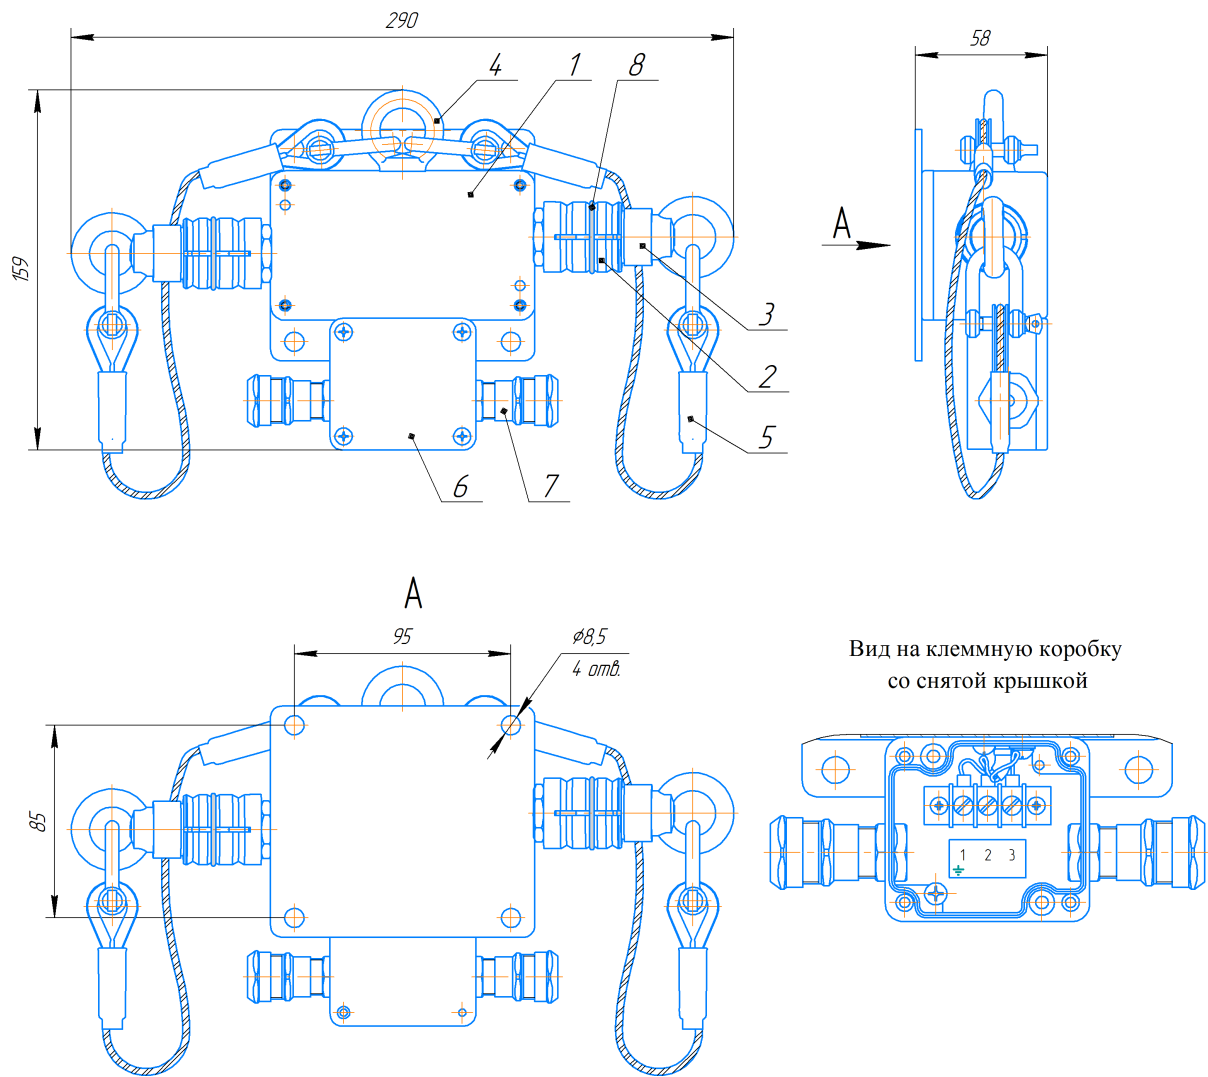

Рисунок.1. Габаритный чертёж
В корпусе поз.1 (см. рис.1) расположены два герметичных магнитоуправляемых контакта (геркона), подключенные последовательно. По бокам корпуса расположены две цанги поз.2, предназначенные для крепления двух конусов поз.3 с постоянными магнитами. Цанги расположены относительно корпуса таким образом, что, пока в них находятся конусы с магнитами, герконы под воздействием магнитного поля находятся в состоянии «включено» (цепь между клеммами 1 и 3 замкнута, цепь между клеммами 1 и 2 разомкнута). Чтобы перевести выключатель в состояние «выключено», необходимо выдернуть любой из двух конусов из цанги. При этом цепь между клеммами 1 и 3 размыкается, цепь между клеммами 1 и 2 замыкается.
7.5. Величину усилия вдоль оси конуса, приводящего к изменению состояния выхода выключателя, можно регулировать, переставляя кольцо поз.8 (см. рис.1) ближе или дальше от корпуса (цанга поз.2 (см. рис.1) имеет три канавки для установки кольца). Чем дальше от корпуса расположено кольцо, тем большее усилие необходимо приложить к тросу для извлечения конуса из цанги.